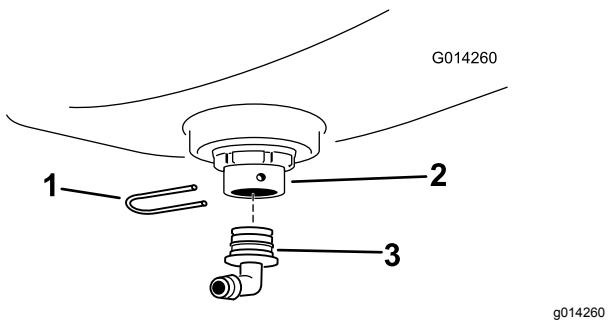

Figura 9
3. Instale un acoplamiento de 90° en el pasamuros y sujetelo el acoplamiento de 90° con una horquilla de retención (Figura 9).
- 5. Conecte el segmento de manguera de 43,3 cm que cortó en Corte la manguera \(página 5\) al acoplamiento de 90° con una abrazadera, y apriete la abrazadera a mano (Figura 9).